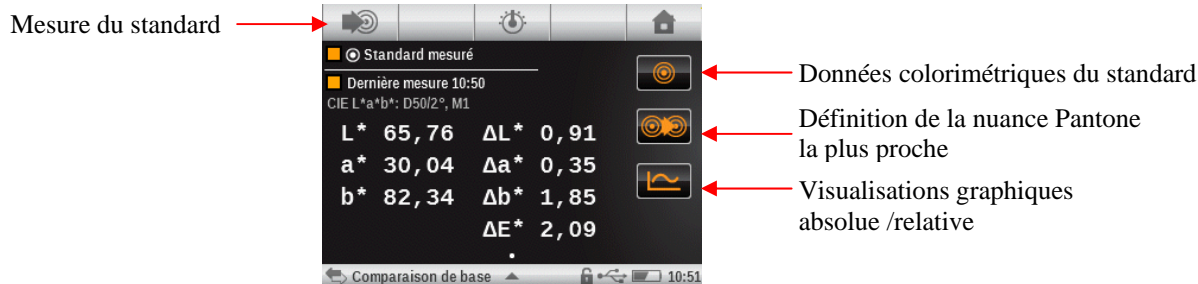

Figure 7 Page de mesure colorimétrique relative
- Les résultats obtenus sont présentés sur la Figure 7.